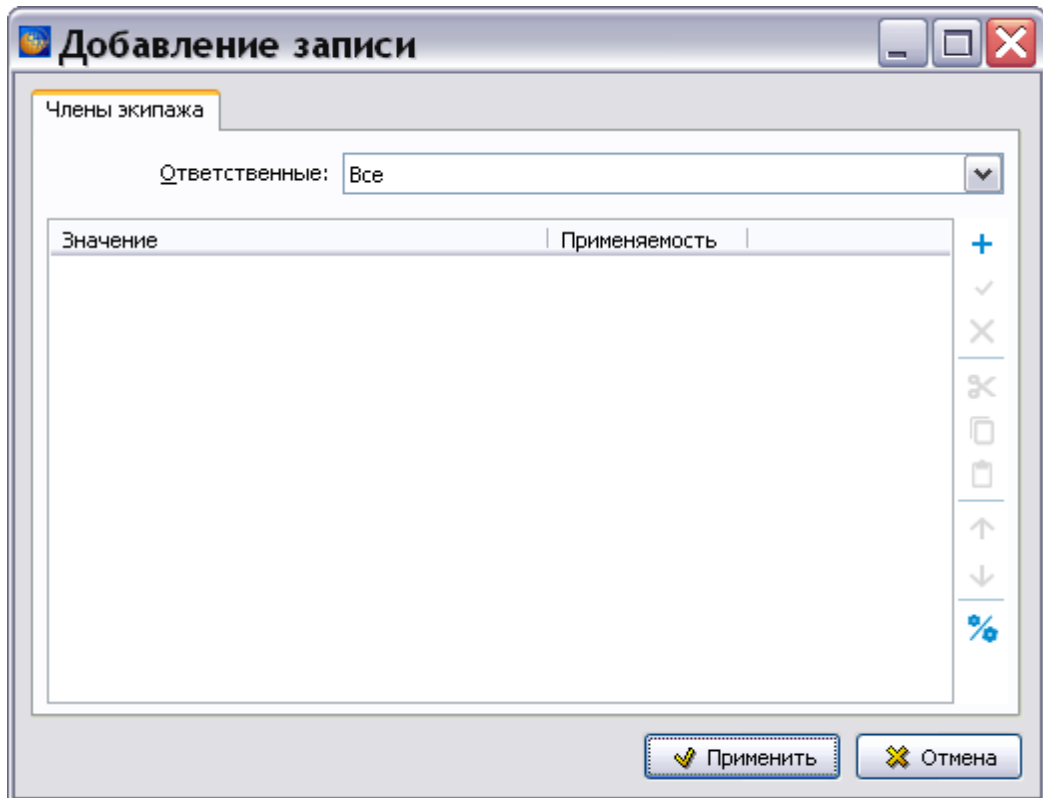
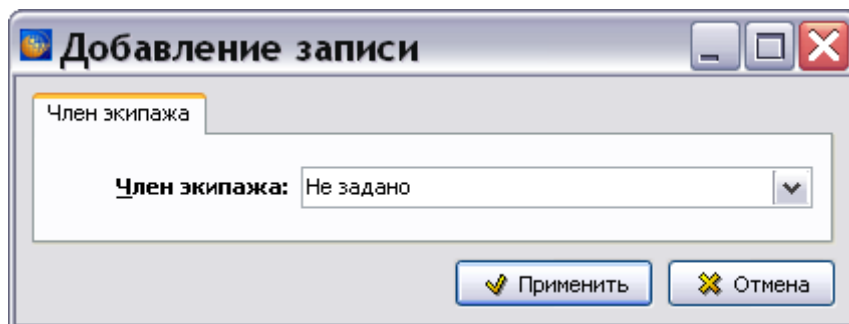

Рисунок 490
Рисунок 491
7) Для добавления данных в окне **Члены экипажа** нажмите на кнопку **Добавить** **+**. После этого появится окно **Добавление записи** (рисунок 490).
8) В окне **Значение** указываются члены экипажа, необходимые для выполнения действия. Для добавления члена экипажа нажмите на кнопку **Добавить** + в правой части окна. После этого появится окно **Добавление записи** (рисунок 491).
4) Для добавления членов экипажа в разделе **Экипаж** нажмите на кнопку **Добавить +**. После этого появится окно **Добавление записи** (рисунок 490). Для добавления члена экипажа нажмите на кнопку **Добавить +** в правой части окна. После этого появится окно **Добавление записи** (рисунок 491). В поле **Член экипажа** выберите из выпадающего списка должность члена экипажа, который осуществляет проверку и нажмите на кнопку **Применить**. После этого произойдет возврат в окно **Добавление записи** для членов экипажа. Добавьте всех членов экипажа, необходимых для выполнения проверки. В поле **Ответственные** укажите, кто из перечисленных членов экипажа ответственен за выполнение указанной проверки. Может принимать значения «любые» или «все». В окне **Добавление записи** нажмите на кнопку **Применить**. После этого произойдет возврат в главное окно редактора, в котором показаны введенные параметры проверки.
- 2) Для добавления членов экипажа в разделе **Экипаж** нажмите на кнопку **Добавить** +. После этого появится окно **Добавление записи** (рисунок 490). Для добавления члена
экипажа нажмите на кнопку **Добавить** **+** в правой части окна. После этого появится окно **Добавление записи** (рисунок 491). В поле **Член экипажа** выберите из выпадающего списка должность члена экипажа, который осуществляет процедуру и нажмите на кнопку **Применить**. После этого произойдет возврат в окно **Добавление записи** для членов экипажа. Добавьте всех членов экипажа, необходимых для выполнения процедуры. В поле **Ответственные** укажите, кто из перечисленных членов экипажа ответственен за выполнение указанной процедуры. Может принимать значения «любые» или «все». В окне **Добавление записи** нажмите на кнопку **Применить**. После этого произойдет возврат в главное окно редактора, в котором показаны введенные параметры процедуры.